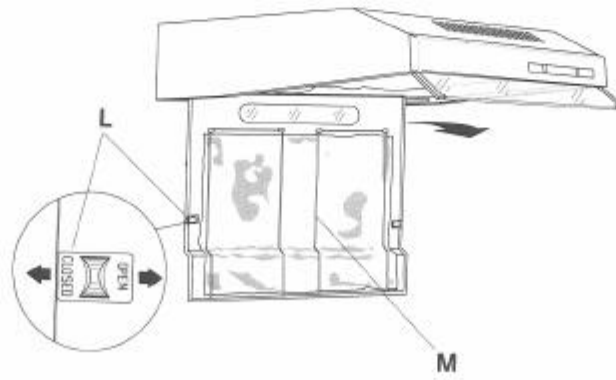

Fig. 9
- Riegel **L** öffnen und das Gitter nach unten betätigen (Abb. 9).
Ausbau des Filters : — Das Gitter öffnen und die Halter **M** entfernen (Abb. 9).
- Open the latch **L** and rotate the grid downwards (fig. 9)